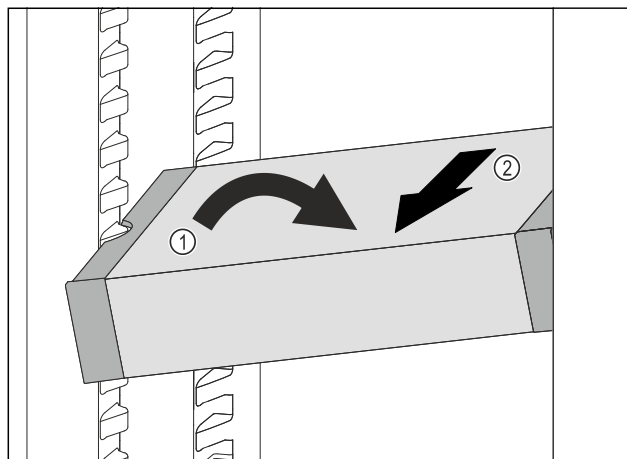

Fig. 109
- ▶ Ställ VarioSafe snett i kyldelen. Fig. 109 (1)
- ▶ Dra VarioSafe framåt för att ta ut den. Fig. 109 (2)